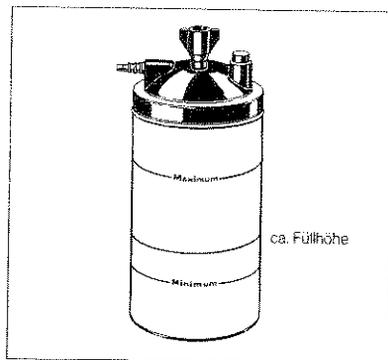

Abb. 1: O₂-Anfeuchter
1. Zuerst nehmen Sie den Anfeuchter (Abb.1) und schrauben den Deckel ab. Füllen Sie mit sterilem Wasser (in Apotheke oder Drogerie erhältlich) und befestigen anschließend den Deckel wieder. Die ca. Füllhöhe sehen Sie in Abb. 1.